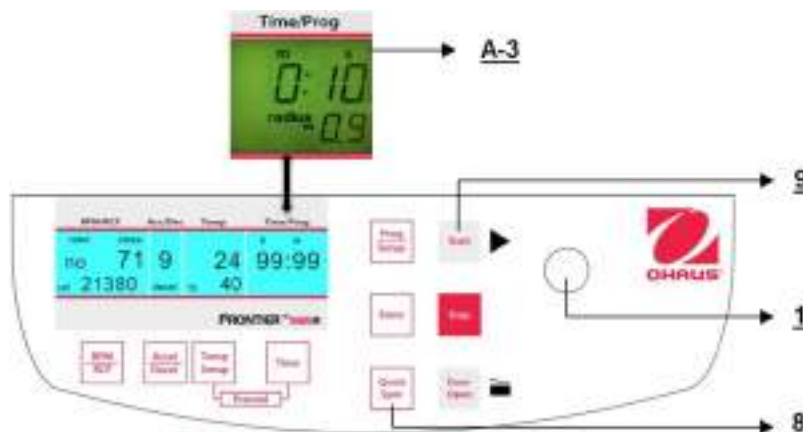

Figure. 26
La centrifugeuse peut être démarrée avec la touche **"Start"** (9) (voir la figure 26) ou avec la touche **"Quick Spin"** (8). Avec la touche **"Start"** (9), l'utilisateur peut démarrer des centrifugations mémorisées ou exécuter une centrifugation avec des paramètres présélectionnés manuellement.